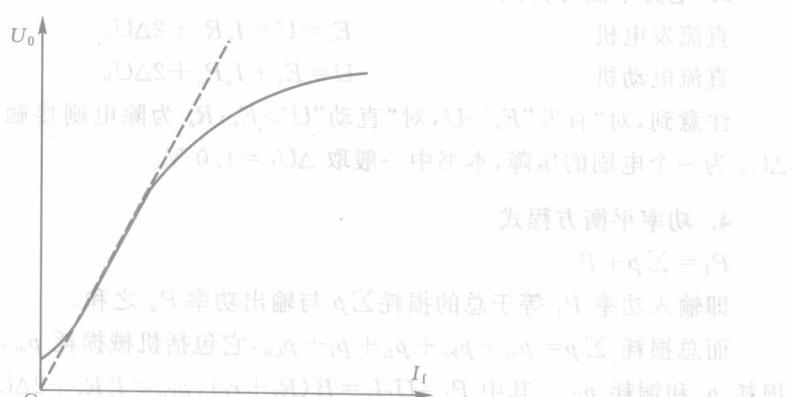

图 1.7 直流发电机的空载特性曲线
(1) 空载特性 $U_0 = f(I_f)$ 当 $n = n_N$, $I = 0$ 时,调节励磁电流,端电压 U_0 随励磁电流 I_f 变化的关系称之为“直发”的空载特性,其曲线如图 1.7 所示。